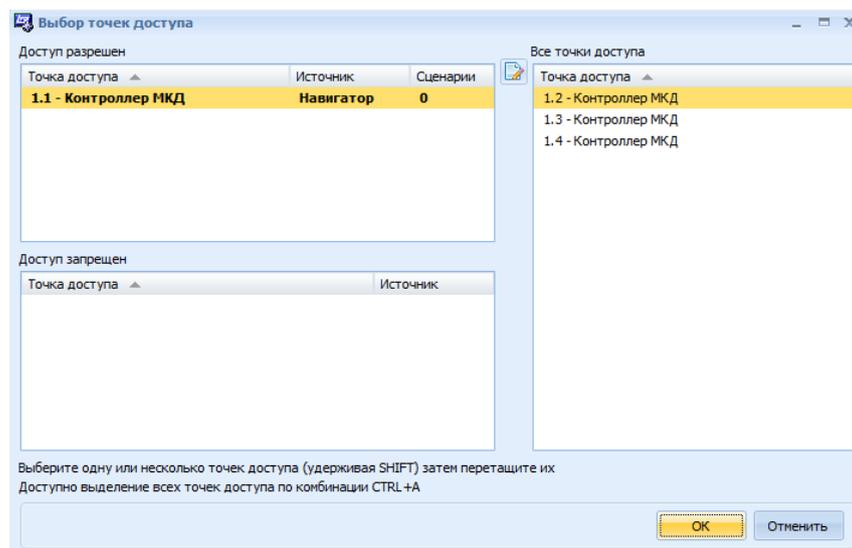

Рис. 3 Окно Выбор точек доступа
- **Точки прохода** – необходимо выбрать точки прохода, через которые будет разрешен или запрещен проход сотрудникам данного объекта. Для этого нужно нажать кнопку **Изменить**, в результате чего откроется окно **Выбор точек доступа**, в котором следует выбрать точки доступа и перетащить в нужное окно (Рис. 3).